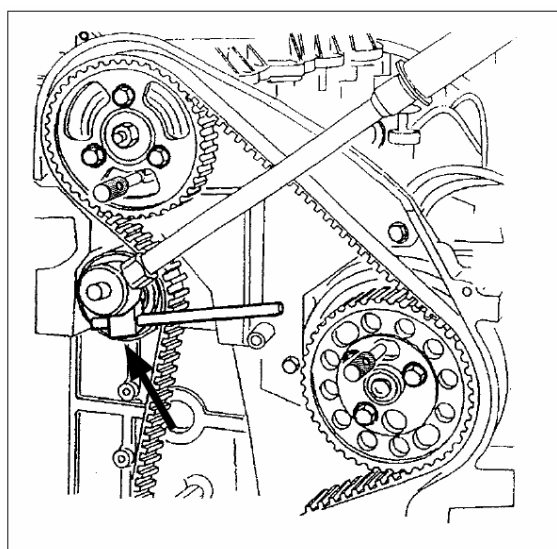

Рис. 2
- Это приспособление необходимо для поворота натяжителя и удержания его во время затяжки фиксирующего болта. (25 Нм)(Рис. 2).